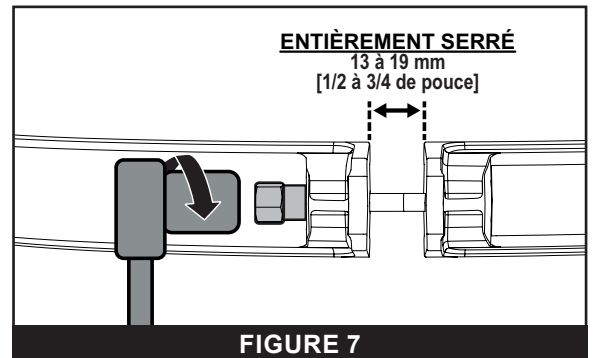

FIGURE 7
6. Utilisez une *clé avec douille de 3/4 de pouce* (3) pour resserrer l'*écrou de serrage* (4) entre 22 et 24 Nm [16-18 pi-lb]. Veuillez vous référer à la **FIGURE 7**.
7. Vérifiez que l'écart entre les extrémités du collier mesure entre 13 et 19 mm [1/2 pouce à 3/4 de pouce]. Veuillez vous référer à la **FIGURE 7**.